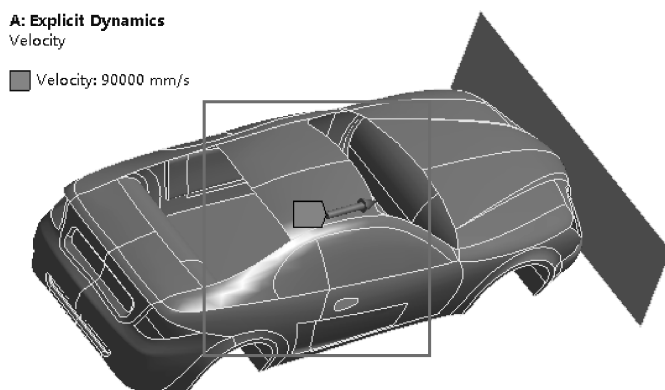

图 6-5 设置初始条件
(1) 单击【Explicit Dynamics (A5)】。
(2) 时间设置：单击【Analysis Settings】→【Details of “Analysis Settings”】→【Step Controls】→【End Time】= 2.5×10^{-3} ，其他项默认。
(3) 在标准工具栏中单击  选择 Car1，在导航树上右键单击【Initial Conditions】，从弹出的快捷菜单中选择【Velocity】；接着依次单击【Velocity】→【Details of “Velocity”】→【Definition】→【Define By】= Components，【X Component】= -90000 mm/s ，如图 6-5 所示。